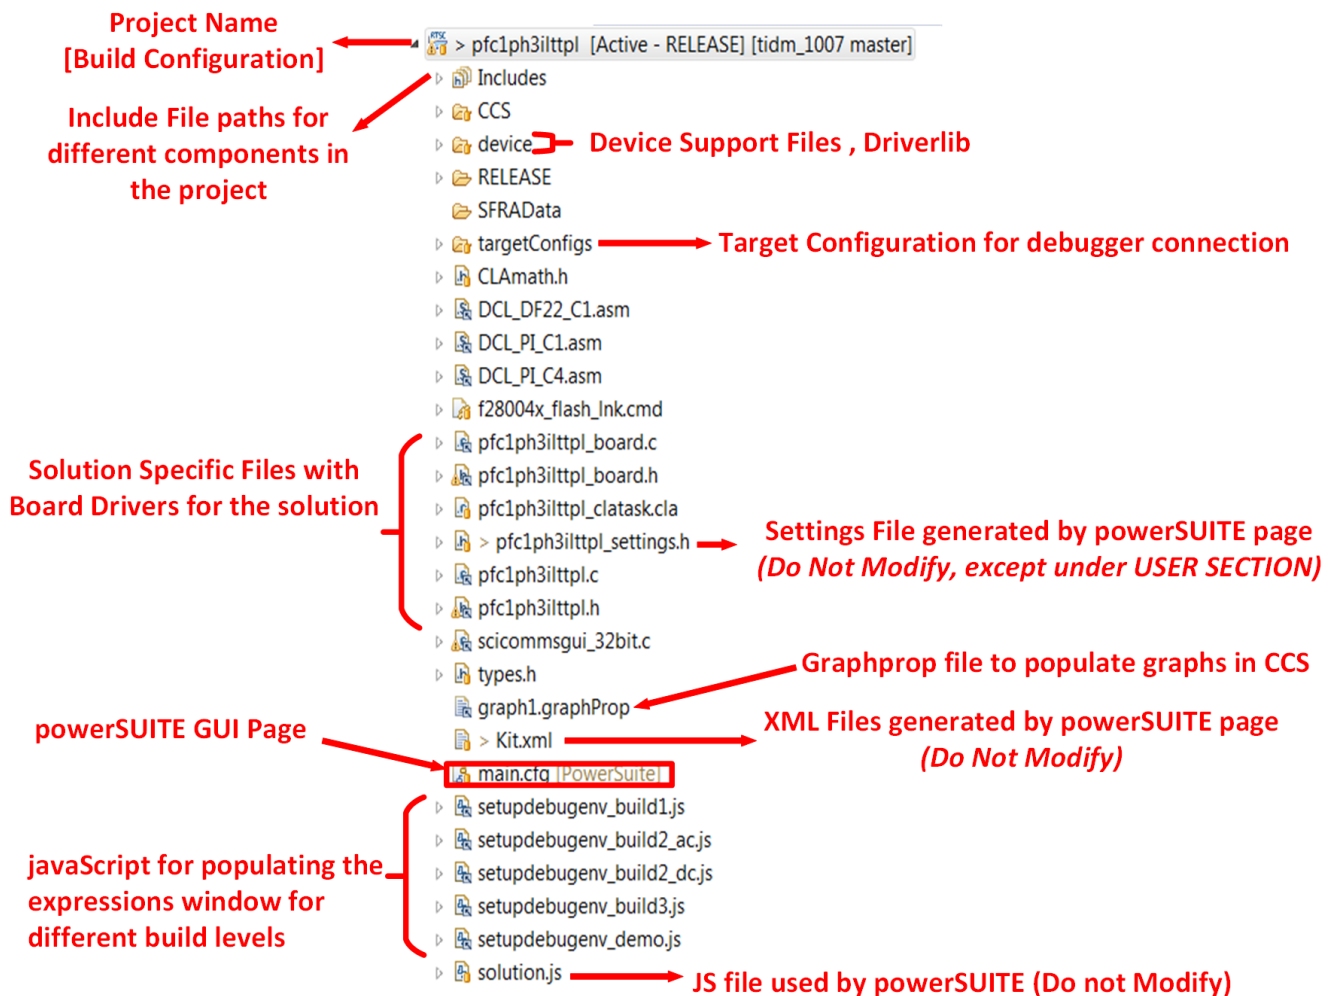

図 17. ソリューション・プロジェクトのProject Exploreビュー
- Project Explorer* で、*targetconfigs* 下で適切な目標構成ファイルが有効になっていることを確認します(図 17)。